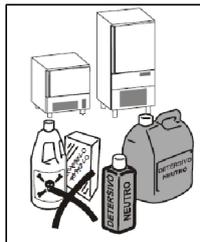

Fig.1
- * Limpar todas as partes em Aço Inox 304 com o simples uso de água morna e degertentes neutros. Enxaguar e enxugar sem uso de abrasivos ou solvente químicos. (Fig.1)